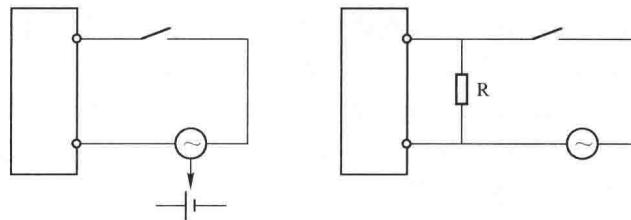

图 1-6 抑制输入感应电动势干扰的措施
**1) 抗干扰能力强，可靠性高** PLC 的生产厂家在硬件方面和软件方面上采取了一系列的抗干扰措施，采用的抑制输入感应电动势干扰的措施如图 1-6 所示，提高了产品的可靠